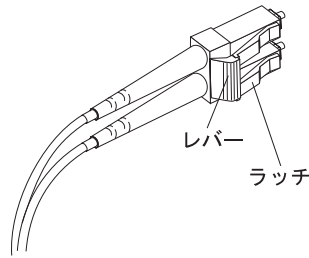

図 26. LC-LC ファイバー・チャンネル・ケーブルのレバーおよびラッチ
1. LC-SC ケーブル・アダプターの LC コネクターの端部に接続された、ケーブルの端のレバーを押したままにして、ラッチを外します。33 ページの図 26 は、レ